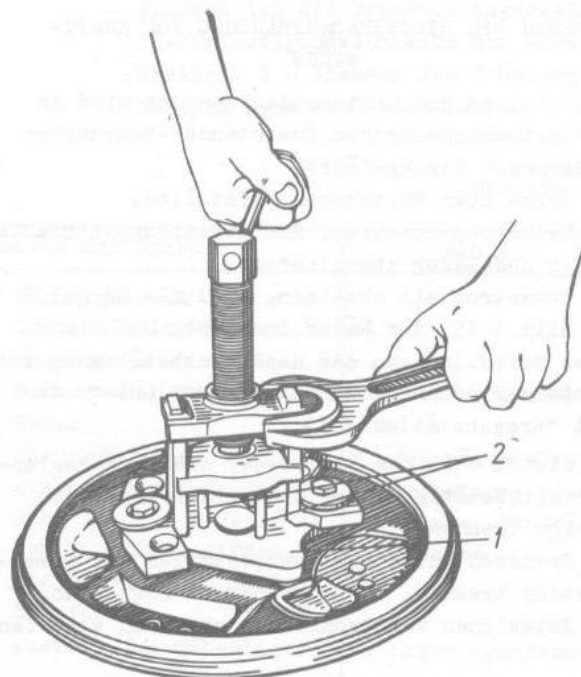

Bild 4-51. Einsatz der Austreibvorrichtung für Hinterradnabenlager:
- Sperring 9 abnehmen und mit drei Stiften 2 (Bild 4-51) der Vorrichtung durch drei Bohrungen ϕ 6,5 mm Lager im Satz mit Nabe von Zapfen 1 abziehen (nach dem Verfahren gleich demjenigen beim Austreiben des Lagers von der Nabe des Vorderrads);